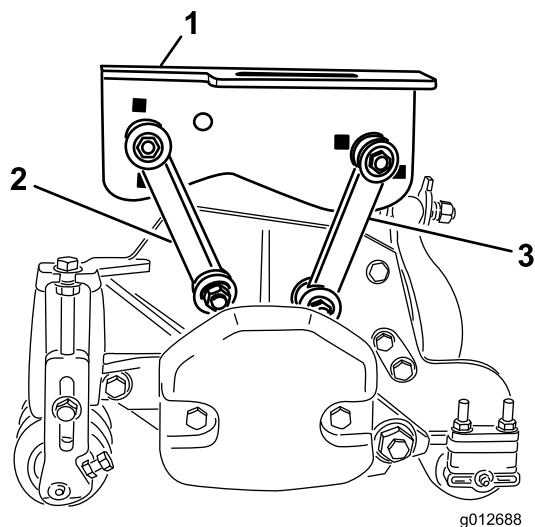

Рисунок 17
- Прикрепите передние монтажные тяги к отверстиям средних несущих рам с помощью болтов (3/8 x 2-1/4 дюйма), двух плоских шайб и контргаяк, как показано на Рисунок 17. Во время монтажа установите с каждой стороны тяги по шайбе. Затяните крепежные элементы с моментом 42 Н-м.
- Прикрепите задние монтажные тяги к отверстиям средних несущих рам с помощью болтов (3/8 x 2-1/4 дюйма), 2 плоских шайб и контргаяк, как показано на Рисунок 17. Установите шайбу с каждой стороны тяги при монтаже. Затяните крепежные элементы с моментом 42 Н-м.
- Прикрепите задние монтажные тяги к отверстиям задних несущих рам с помощью болтов (3/8 x 2-1/4 дюйма), двух плоских шайб и контргаяк, как показано на Рисунок 17. Во время монтажа установите с каждой стороны тяги по шайбе. Затяните крепежные детали с моментом 42 Нм.